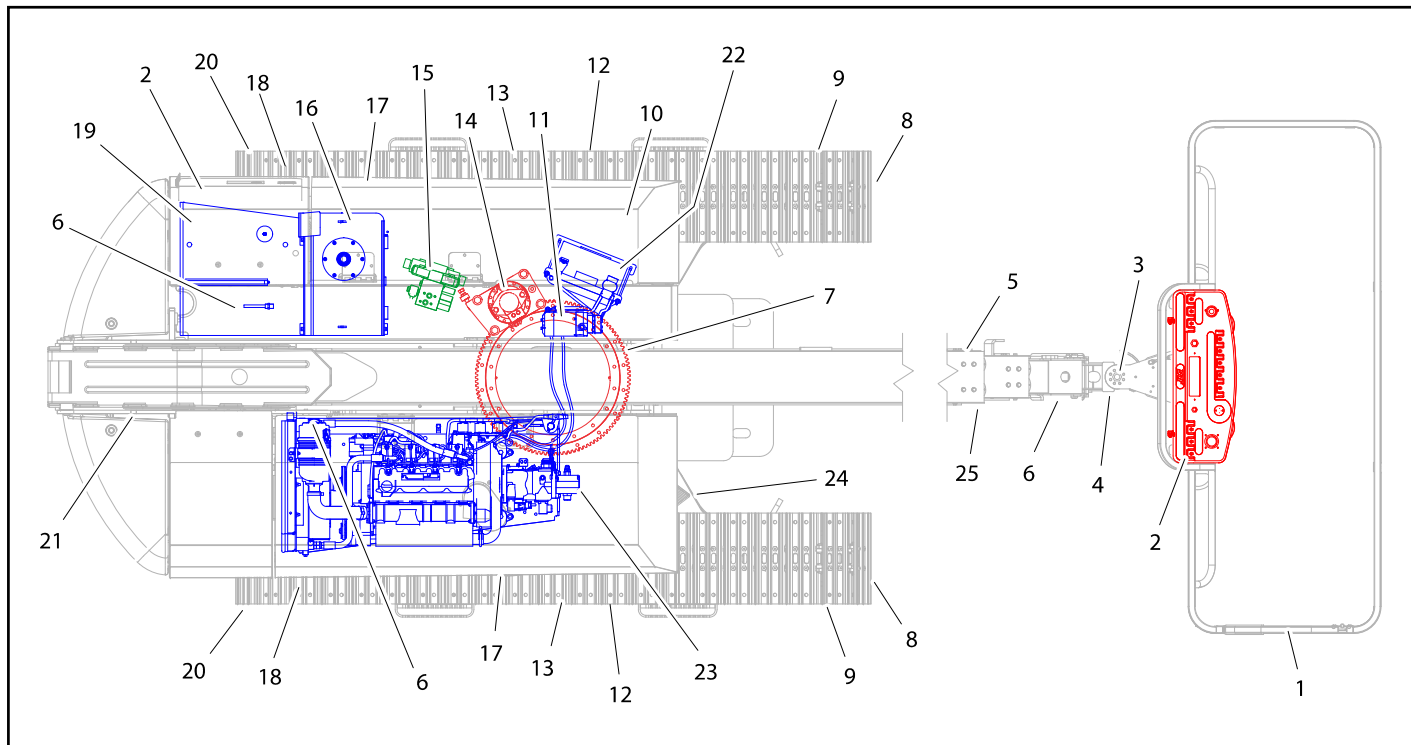

Рис. 2-4. Схема ежедневного обхода
5. **Обход машины** — см. Рис. 2-4., Рис. 2-5. и Рис. 2-6.